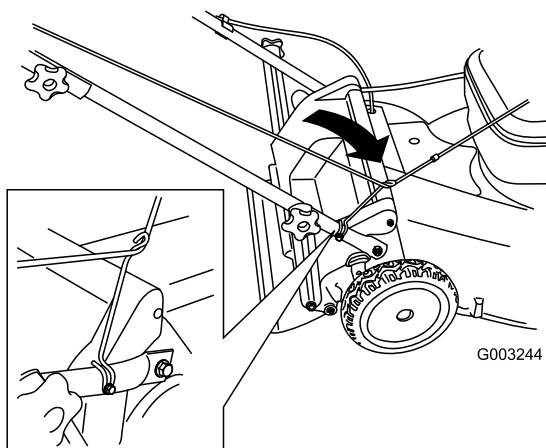

Figure 25
3. Faites passer le câble du lanceur autour du guide inférieur (Figure 25).